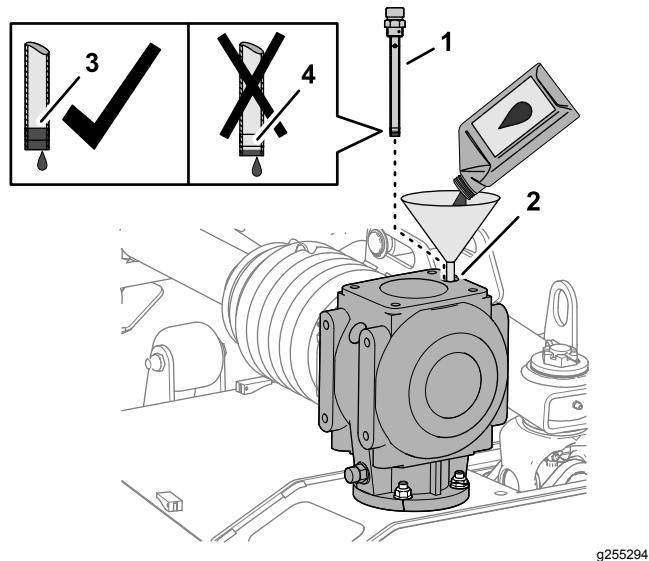

Figura 63
- Aggiungete 1.064 ml di lubrificante per ingranaggi specificato nella scatola ingranaggi, attraverso il foro dell'asta di livello (Figura 63).
- Avvitate l'asta di livello nel foro, togliete l'asta di livello e controllate il livello del lubrificante (Figura 63).
- Avvitate l'asta di livello nel foro di riempimento e serrate l'asta di livello (Figura 63).